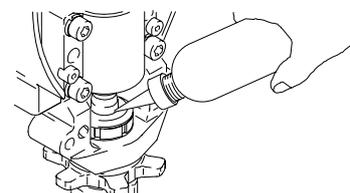

Fig. 21
- Fig. 21. Llene la tuerca prensaestopas con líquido TSL de Graco, hasta que el líquido rebose por la parte superior de la junta.